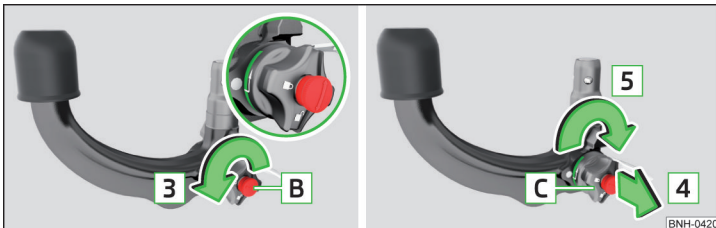

Abb. 131 Bereitschaftsstellung einstellen
- Den Schlüssel **B** in Pfeilrichtung **3** bis zum Anschlag drehen, sodass der Pfeil am Schlüssel zum Symbol \hat{d} » Abb. 131 zeigt.